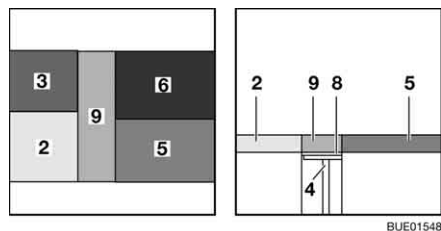

Bild 144 Nach dem Umbau
- Das Rückenpolster (Bild 144,6) vor das Sitzpolster (Bild 144,5) auf den Tisch legen.
- Das Zusatzpolster (Bild 144,9) zwischen Sitzbank und Vario-Seat legen.
- Das Rückenpolster (Bild 144,3) vor das Sitzpolster (Bild 144,2) auf die Verlängerung Vario-Seat legen.